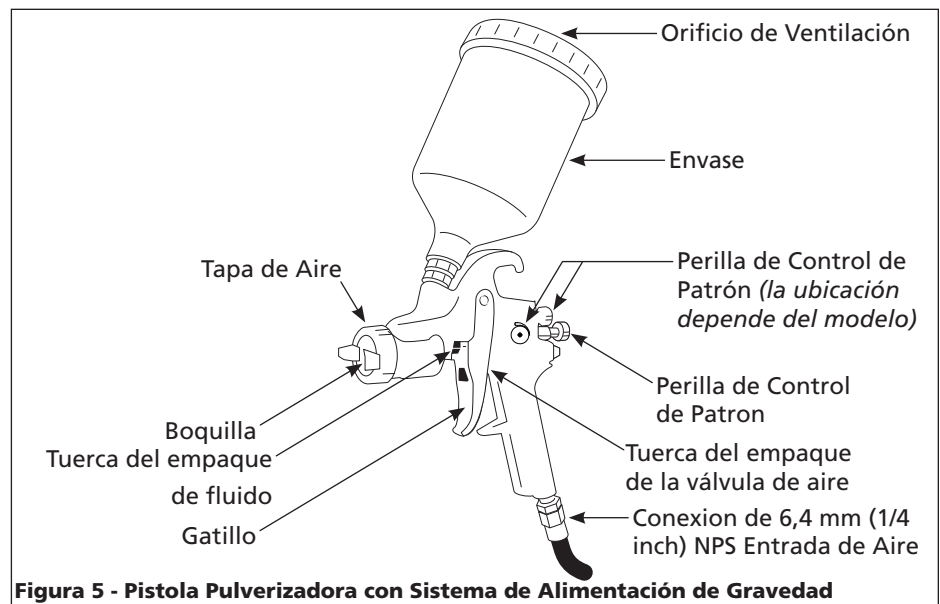

Figura 5 - Pistola Pulverizadora con Sistema de Alimentación de Gravedad
- Sáquele las tuercas que sostienen los empaques y reemplácelos SOLO si no puede eliminar la fuga de material después de apretar las tuercas (Vea la Figura 5). No apriete demasiado estas tuercas ya que podría restringir el movimiento de la aguja.